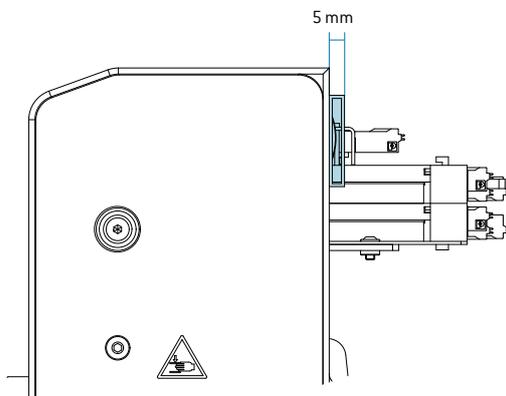

Abb.200
- Für die Montage des Receivers an einer Kundeneigenen Montageplatte dürfen wie in Abbildung 200 und 201 gekennzeichnete Räume nicht verbaut werden